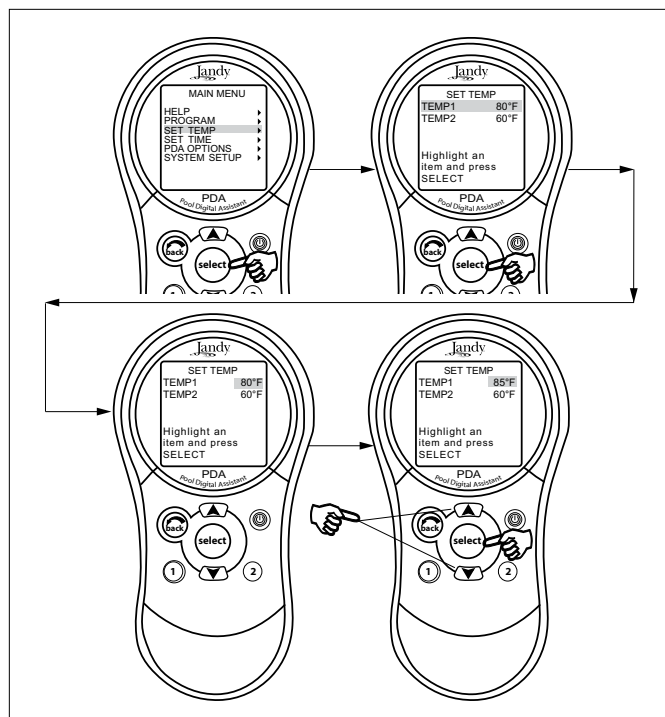

Figura 26. Configuración del menú de temperatura de la piscina o el spa por separado
**Solo para combinación de Piscina/Spa – Resalte MENU y presione SELECT.** Resalte SET TEMP (fijar la temperatura) (Véase Figura 26). El mensaje mostrado de valor de TEMP1 debe ser mayor que el de TEMP2. Resalte TEMP 1 y presione SELECT. Use el botón UP o DOWN para aumentar o disminuir la temperatura y presione SELECT. Resalte TEMP 2 y presione SELECT. Use el botón UP o DOWN para aumentar o disminuir la temperatura y presione SELECT. Utilice el botón BACK para volver a la pantalla principal.